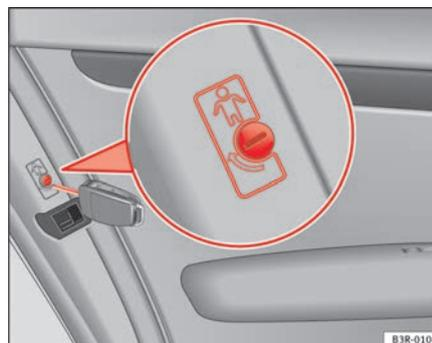

Fig. 77 Seguro para niños en las puertas traseras
- Gire la llave en la dirección de la flecha ⇒ fig. 77.